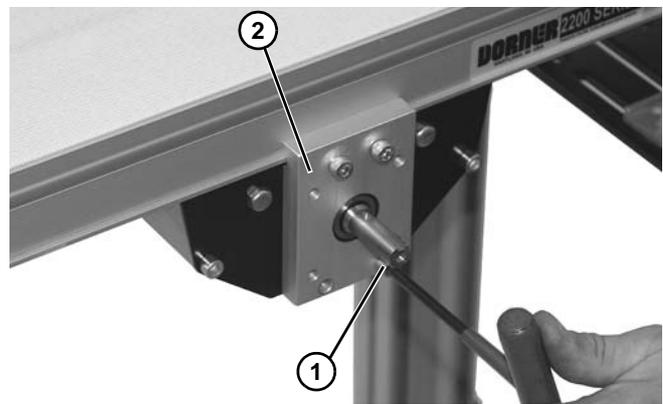
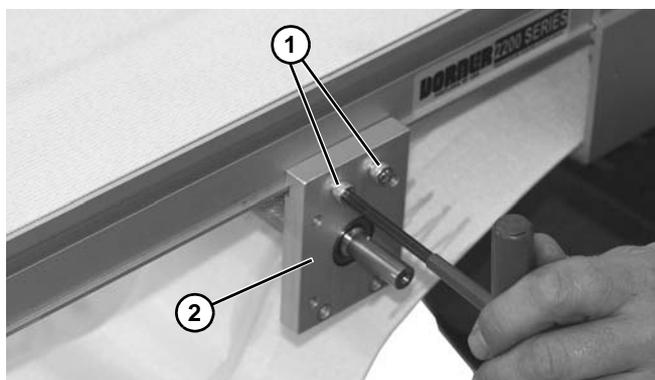

Figure 72
Figure 74
3. Desserrer une vis à tête creuse (**Figure 72, élément 1**) de chaque côté du bloc de montage (**Figure 72, élément 2**).
- Desserrer deux vis à tête creuse (**Figure 74, élément 1**) de chaque côté du bloc de montage (**Figure 74, élément 2**).
- Serrer les vis à tête creuse (**Figure 72, élément 1**) et (**Figure 74, élément 1**) au couple de 7 N.m.